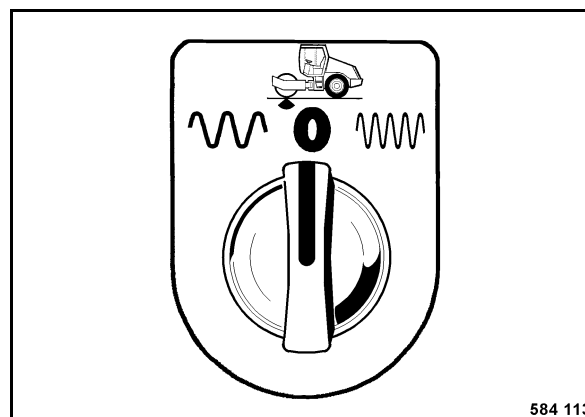

Fig. 49
- Con el conmutador giratorio (Fig. 49) hay que preseleccionar la amplitud/frecuencia.